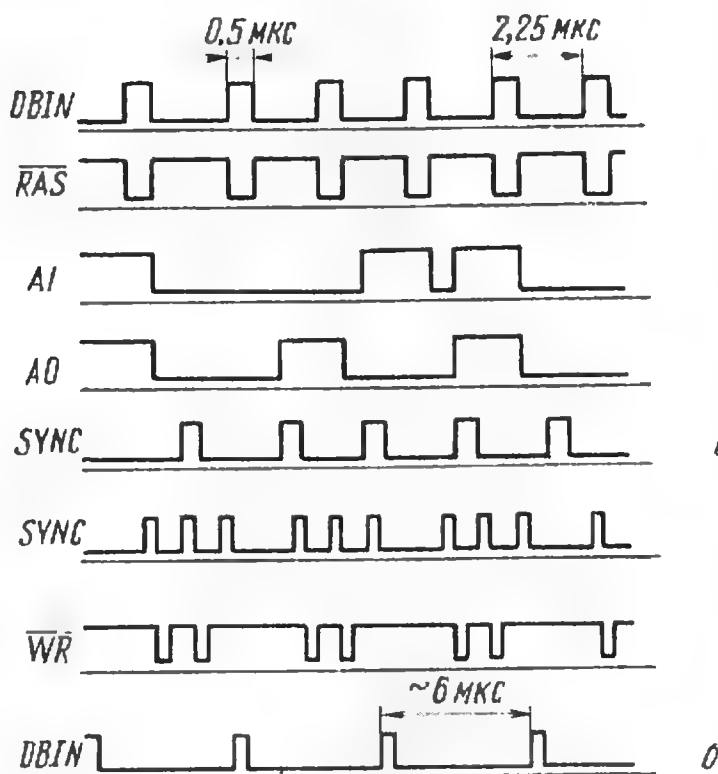

Рис. 5
сигналов на всех линиях адреса должны быть обратно пропорциональны 2^n , где n — номер адресной шины. Одновременно желательно убедиться в прохождении сигнала DBIN (RD) и отсутствии сигнала WR в компьютере. Характерный вид сигналов в некоторых точках ПК при исполнении команды NOP показан на рис. 5,а. Для проверки прохождения сигнала WR необходимо соединить перемычками все контакты, кроме X1, X3, X8, чтобы формировать код команды PUSH PSW (рис. 5,б). Эти операции нужно провести до установки на плату микросхем ОЗУ и дешифратора адреса D11, или запретить работу последнего, отключив вывод 4 микросхемы D11 от общего провода.